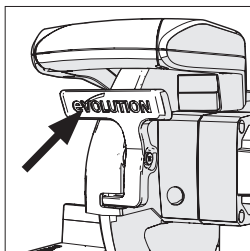

Fig. 18
- Spingere la leva di blocco coprilama inferiore per rilasciare la testa da taglio (**Fig. 18**).